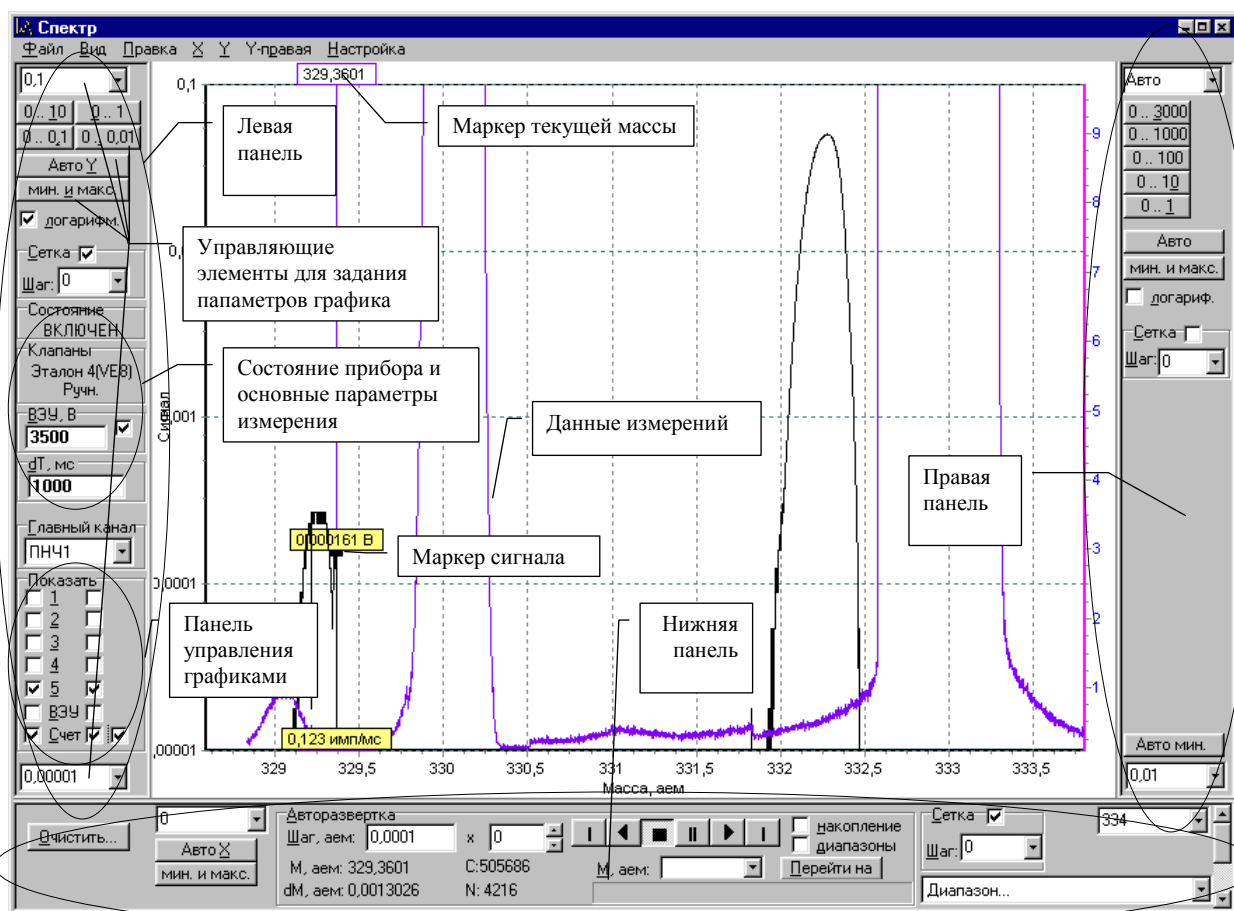

Рис. 3.9
Окно масс-спектра (ОМС, рис. 3.9) предназначено для динамического отображения данных измерения и контроля процесса измерения в реальном времени.
- Управляющие элементы для задания параметров отображения для левой вертикальной оси графика (самый верхний и самый нижний элемент на панели, см. рис. 3.9). Здесь можно ввести значение, выбрать значение из списка, где сохраняются ранее введенные числа, либо установить «Авто» — автоматический подбор границы. **ВНИМАНИЕ! Пределы могут графика могут не соответствовать значениям, указанным в управляющих элементах, это происходит в результате прокручивания поля графика мышкой и масштабирования части графика мышкой (см. пункт 3.7.6), или установки автоматического выбора пределов кнопкой «Авто Y».** При указании параметров графика с помощью управляющих элементов происходит установка параметров, но обратное согласование — при изменении параметра графика, отобразить изменение в управляющем элементе — не производится. Повторно установить указанное в управляющих элементах значение можно дважды щелкнув мышкой на «управляющем элементе для задания пределов».